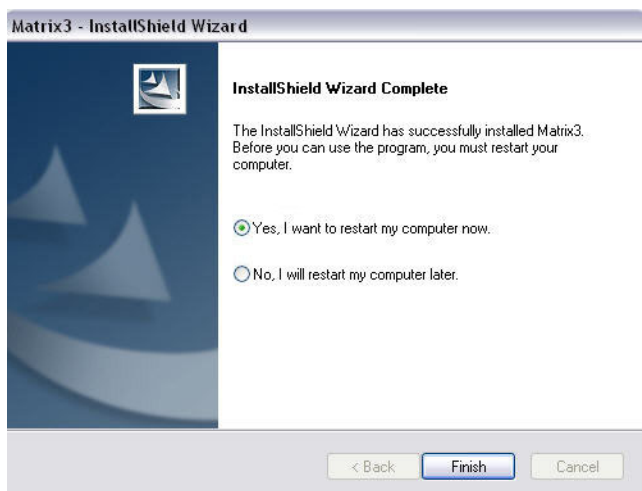

FIG. 10
11. Quando l'installazione è completa, è visualizzata la schermata illustrata nella FIG. 10. Prima che Matrix funzioni sul PC, sarà necessario riavviare il computer. Selezionare Yes, I want to restart my computer (Sì, voglio riavviare il mio computer) e fare clic sul pulsante **Finish** (Fine) per riavviare.